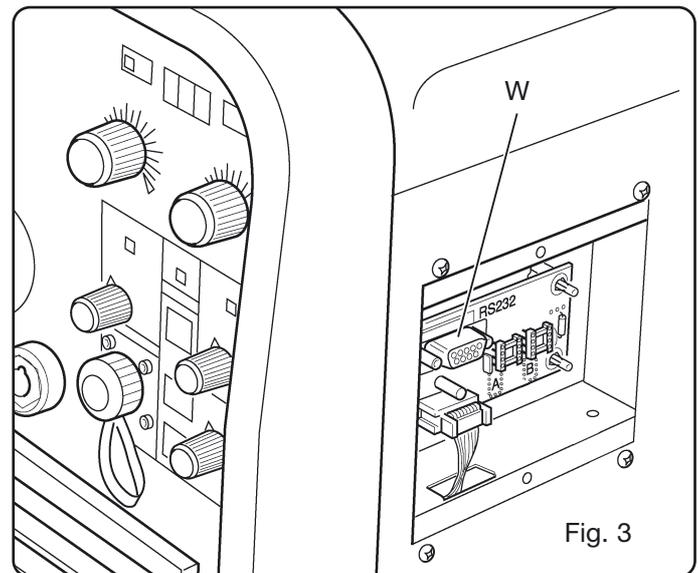

Fig. 3
3.4 Connettore tipo DB9 (RS 232) (Fig. .3)